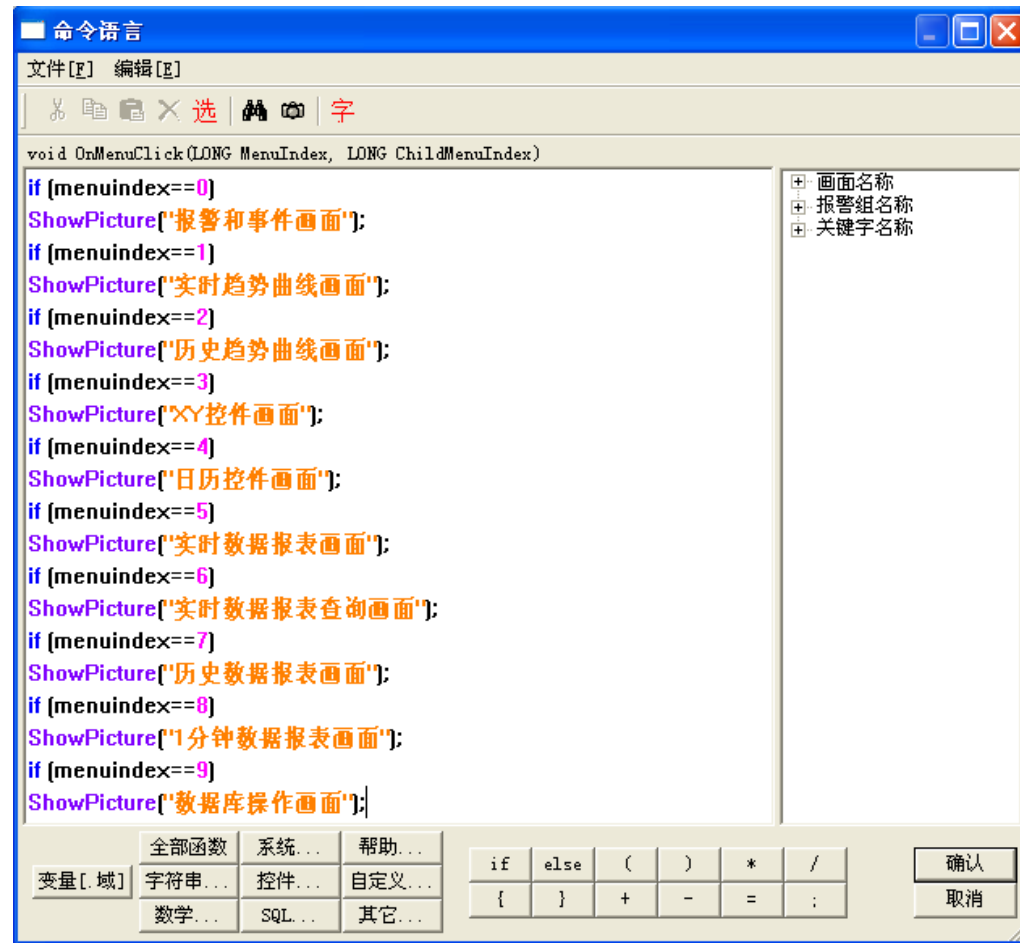

图3-10 菜单命令语言命令语言编辑框
(2) 菜单项输入完毕后单击“命令语言”按钮，弹出命令语言编辑框，如图3-10所示，在编辑框中输入如下命令语言。
(3) 单击“确认”按钮关闭对话框，当系统进入运行状态时单击菜单中的每一项，进入相应的画面中。